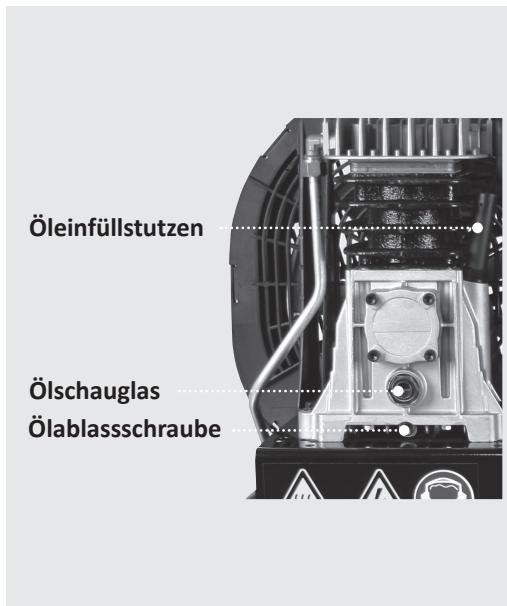

Abb.1c: Öl auffüllen
Kontrollieren Sie regelmäßig den **Ölstand** und füllen Sie bei Bedarf **ROWI**-Kompressorenöl oder Öl der Qualität 5W-30 nach. Den optimalen Ölstand können Sie am **Schauglas** (siehe Abb. 1c) ablesen. Wenn das Schauglas ca. bis zur Mitte (roter Punkt) gefüllt ist, ist der optimale Ölpegel erreicht.
- ▶ Lösen Sie die Ölabblassschraube (siehe Abb. 1c) und lassen Sie das Altöl vollständig ablaufen.